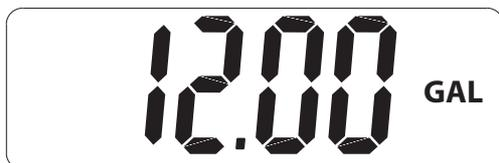

FIG. 2 Exemple de total de dernier cycle de distribution
- Lancer la distribution de liquide à travers le compteur pour activer l'écran numérique. Le comptage repart à partir de la dernière valeur affichée aussitôt que la distribution du liquide à travers le compteur redémarre (FIG. 2).